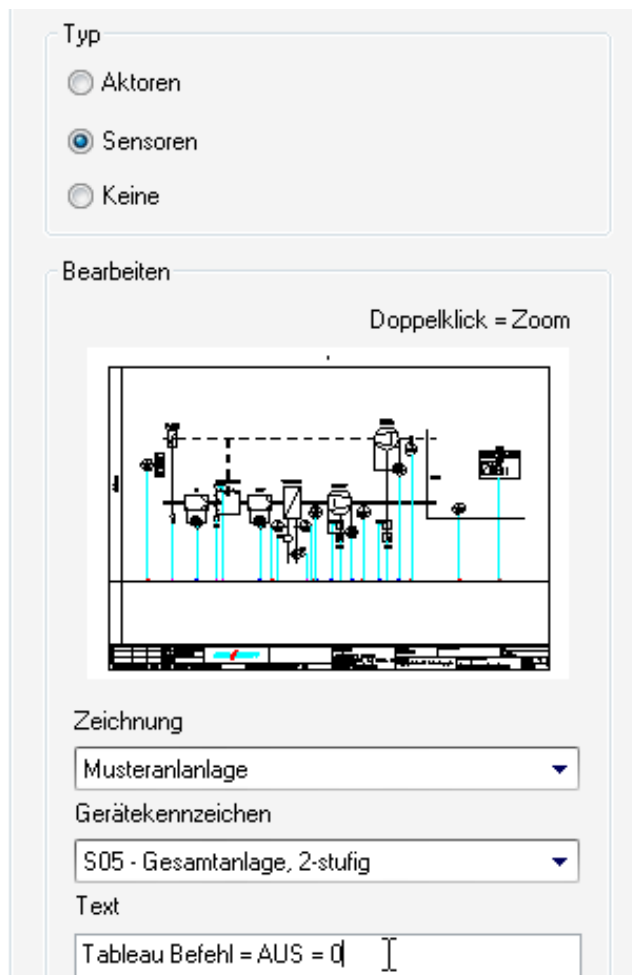

Bild 1.16 – Das Einfügen eines Sensors für die *Gesamtanlage* bildet beide Betriebsstufen ab.
- Fügen Sie nun noch eine Übergangsbedingung des Typs *Sensoren* ein. Hier wählen Sie zusätzlich aus dem Listenfeld *Gerätekennezeichen* den Punkt *S05 - Gesamtanlage, 2-stufig* aus. Hierdurch werden beide Stufen der Anlage abgebildet. Ergänzen Sie als freien *Text* dann noch **Tableau Befehl = AUS = 0** und bestätigen Sie (Abb. 1.16).